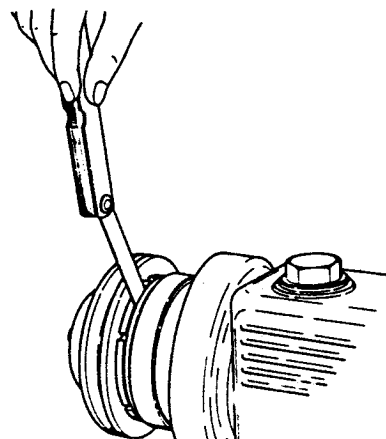

図 4
- まずはじめに、クラッチおよびブレーキの空隙 a を測定しておきます。この測定値は調整時に必要ですので記録しておいて下さい。(図4)